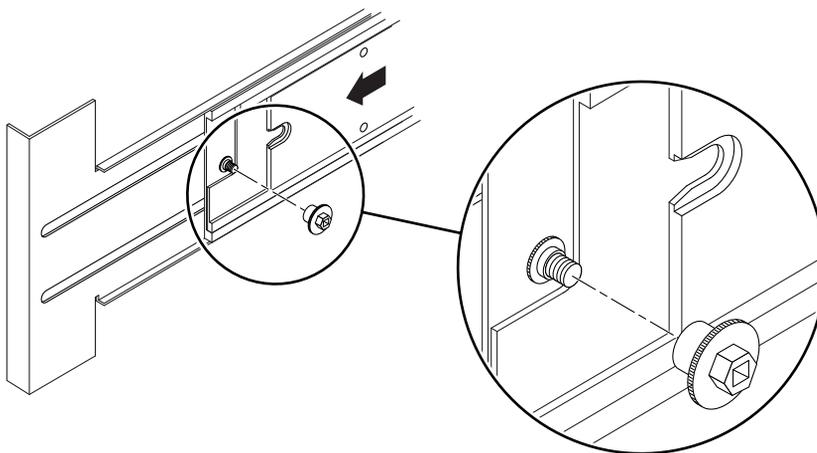

FIGURE 1-16 Insertion et serrage de l'écrou de blocage
6. À l'arrière du système, introduisez et serrez les écrous de blocage à raison de un écrou par rail (voir FIGURE 1-16).